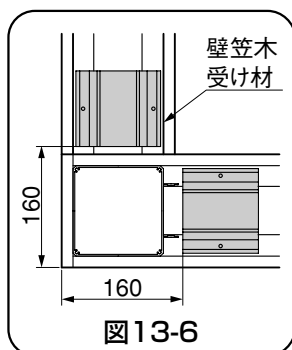

図13-6
- コーナー部に取付ける壁笠木受け材は、SAボード端より160mmの位置で取付けてください。(図13-6参照)